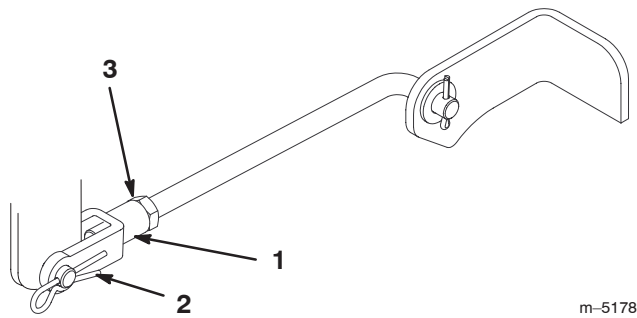

Figure 42
- Pour régler l'inclinaison avant/arrière des lames, enlevez la goupille fendue des chapes des tourillons avant et desserrez les contre-écrous (Fig. 42).
- Tournez les chapes sur les tourillons pour modifier le réglage (Fig. 42). Serrez les chapes (raccourcissez les tourillons) pour relever l'avant du plateau, et desserrez-les (allongez les tourillons) pour abaisser l'avant du plateau.